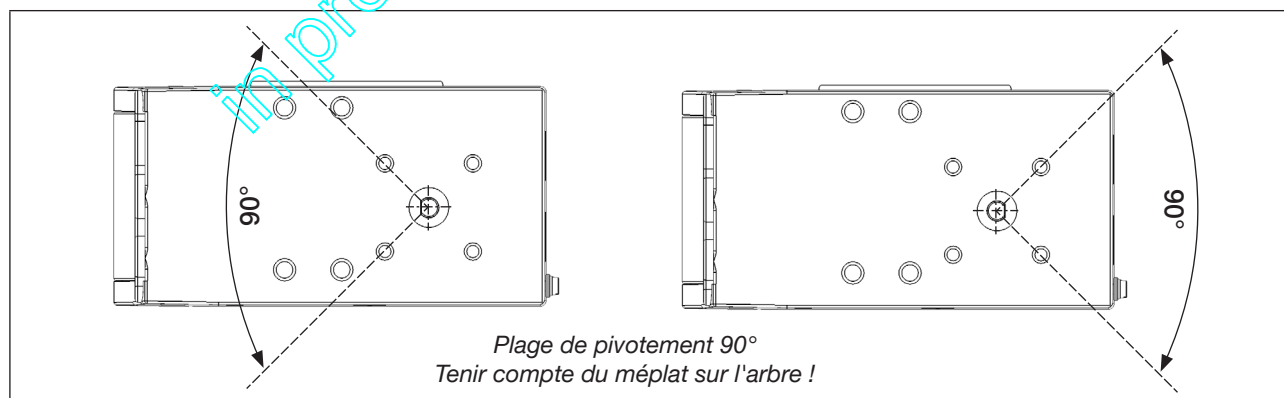

Figure 22 : Plage de pivotement
- Aligner le méplat de l'arbre par rapport à la plage de pivotement (voir « Figure 22 »).